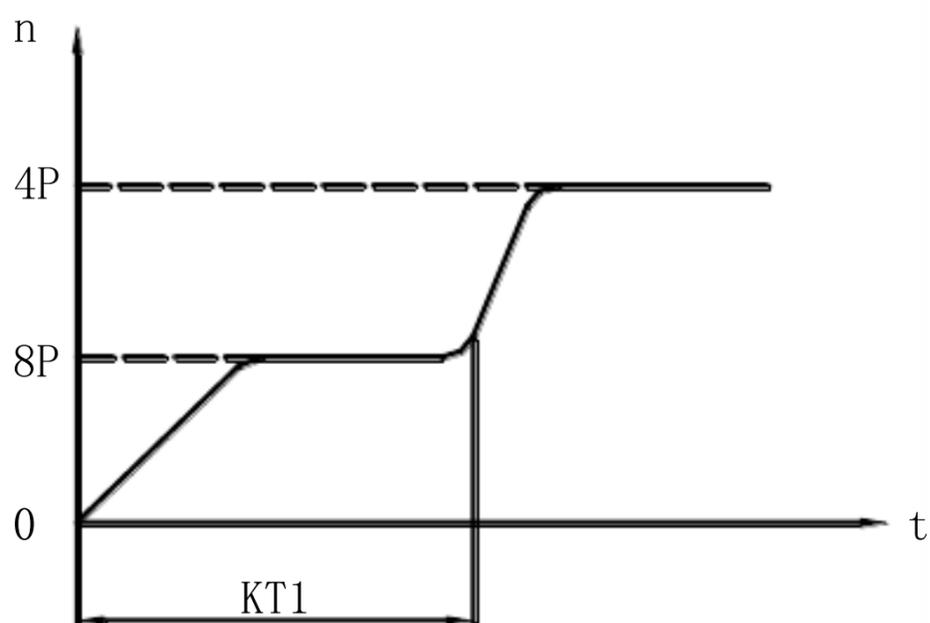

图 1-1
1、主电机 M1 在起动时要求平滑（见图 1-1），因此 M1 在 KT1 时间内属 8P 低速运行（KT1 时间调整在 PLC 上），然后进入 4P 高速运行。